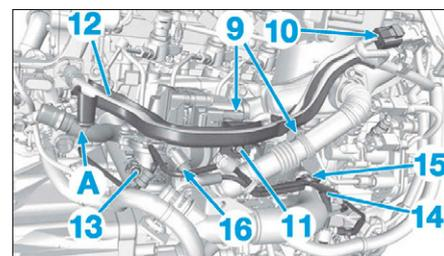

FIG. 74
- Débrancher les connecteurs (9) et (10) (**Fig.74**).
- Déposer la vis (11).
- Dégrafer et écarter la goulotte de passage du faisceau électrique (12) en (A).
- Déposer la vis (13).
- Dégrafer les tuyaux (14) du circuit de dépression des agrafes (15) et (16).